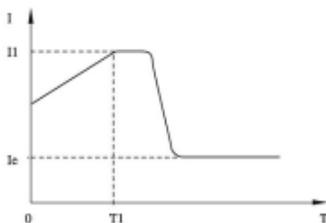

图5.6
- 代码P8设置4时为电流斜坡起动模式。图5.6为电流斜坡起动模式的输出电流波形，其中T1为代码P3设置的限流值，T1为代码P1设置的时间值。电流斜坡起动模式具有较强的加速能力，适用与两极电动机，也可在一定范围内缩短起动时间。